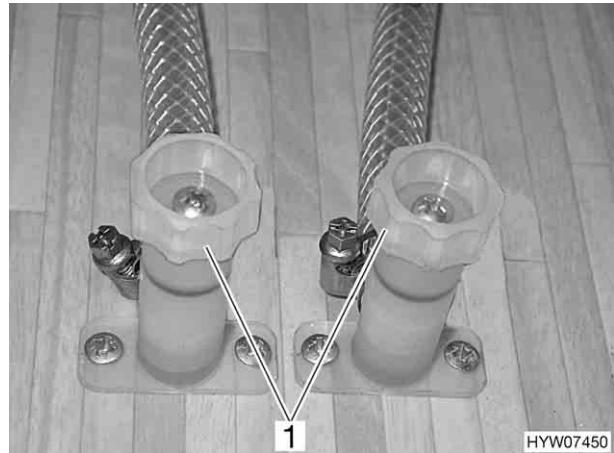

Fig. 90 Rubinetti di scarico scaldaacqua
- Chiudere i rubinetti di scarico per i cappelli delle valvole (Fig. 90,1) girandoli in senso orario. Ubicazione vedi capitolo 10, "Posizione dei rubinetti di scarico".